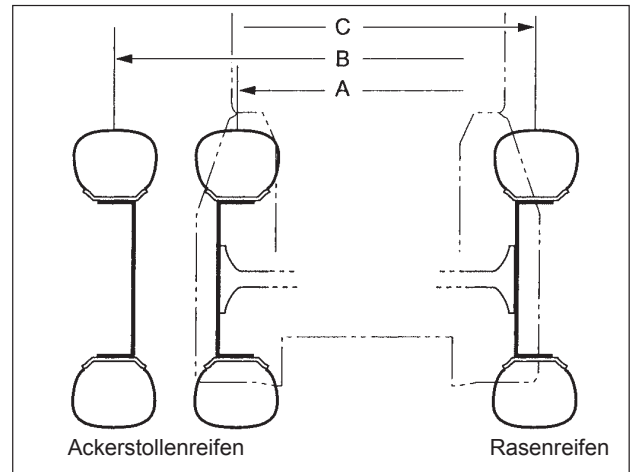

ABB. 155
**ABB. 155:** Um einen Seitenwechsel von Felgen und Reifen auszuführen, den Traktor aufbocken, sodass die Hinterreifen keinen Bodenkontakt mehr haben. Die Radmuttern entfernen, mit denen die beiden Hinterräder an den Radnaben der Hinterachse montiert sind, dann das linke Rad gegen das rechte Rad austauschen.